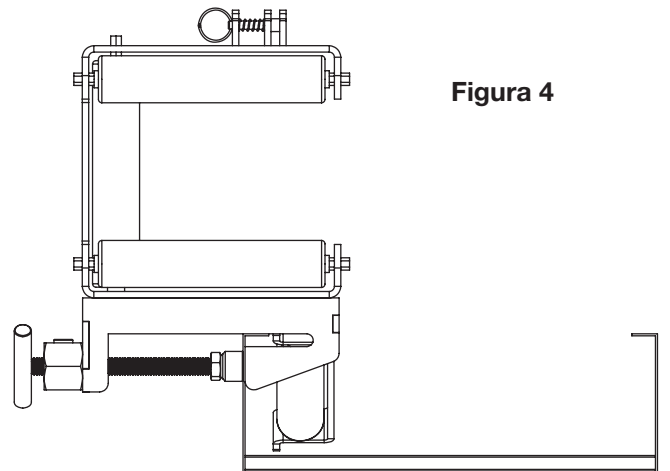

Figura 4
- Coloque el enrollador de manera que la unidad se abra en la parte interior de la bandeja según se muestra en la Figura 4.
- Tire de la clavija accionada por resorte para girar el enrollador e inserte o retire los cables, según se muestra en la Figura 4. Asegúrese volver a bloquear de forma segura el enrollador giratorio al cerrarlo.